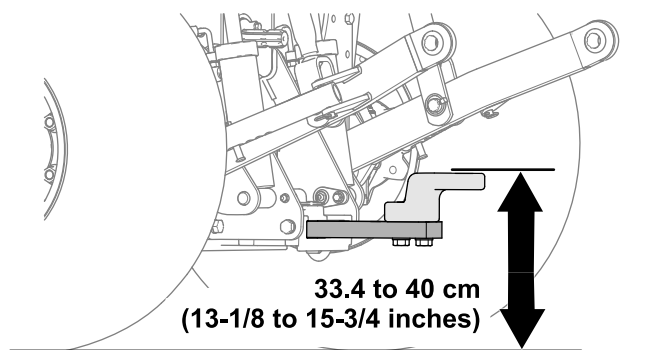

Figure 27
- Hauteur de travail : 33,4 à 40 cm (13⅛ à 15¾ po); voir Figure 27.